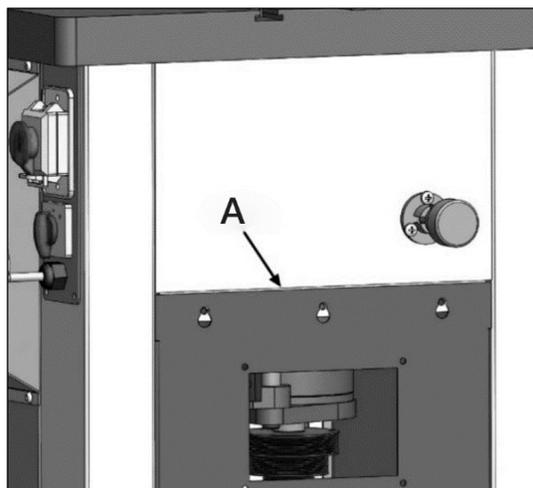

Рисунок 10.
- Для доступа к электродвигателю и шкивам снимите панель **A** (рис. 10), ослабив винты.